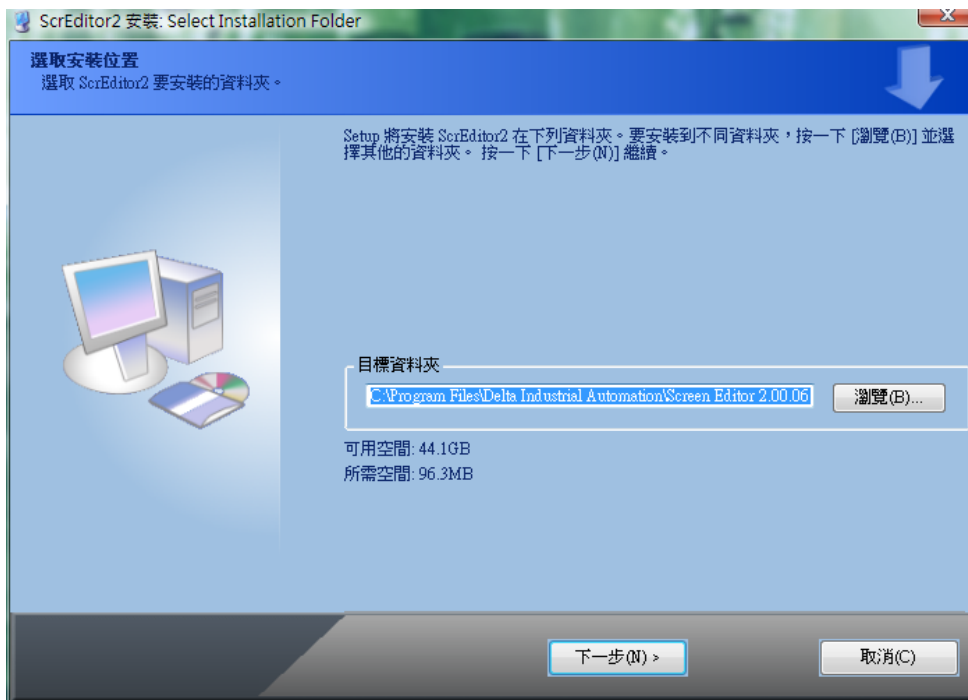

图 3-1-11 Screen Editor 系统安装的硬盘及目录名称
- 语言选择完成并按下 OK 键后，信息对话框会显示软件即将安装的硬盘及目录名称，请确认软件即将安装的硬盘及目录名称（图 3-1-11）。本系统的默认路径为 C:\Program Files\Delta Industrial Automation\Screen Editor 2.00.18，您可以自行变更所要安装的硬盘位置以及目录名称。请注意，若用户自行改变安装位置，则未来使用软件升级文件(Patch 文件)时，务必注意其安装路径，以避免软件无法更新升级成功。